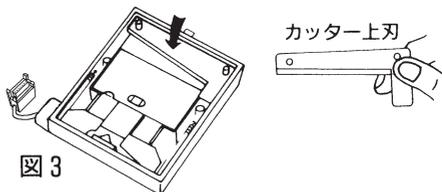

図3
5. カッター上刃をセットします。塗装面(ツヤのあるほう)を上にしてください。(図3)